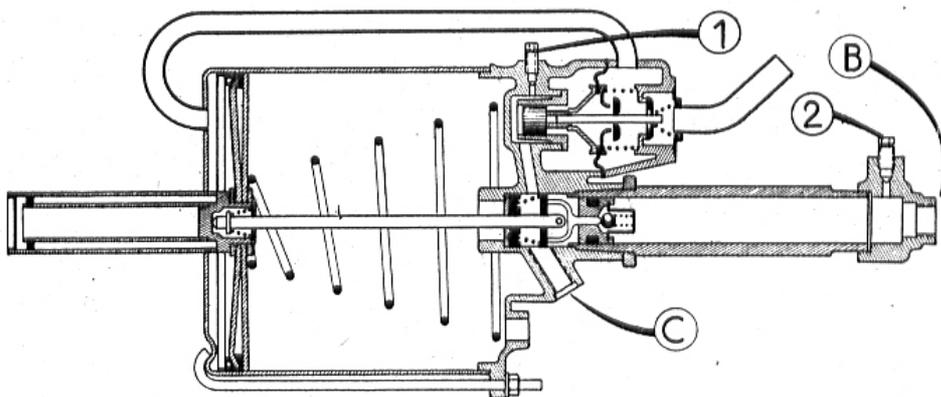

Fig. 21. — Vue en coupe de l'Hydrovac Bendix avec les 2 points de purge de cet appareil
- Purger ensuite à la valve de commande en (1) de la façon habituelle, puis au cylindre-asservi en (2), en ayant soin toutefois pour ce dernier orifice de purge de l'Hydrovac de fermer la vis de purge à la fin de l'opération, lorsque la pédale est à fond de course (enfoncée; ne la relâcher qu'ensuite (fig. 21).